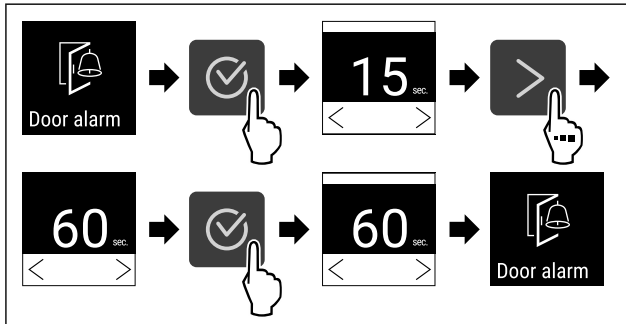

Fig. 104
- ▶ Følg anvisningene (se Fig. 104).